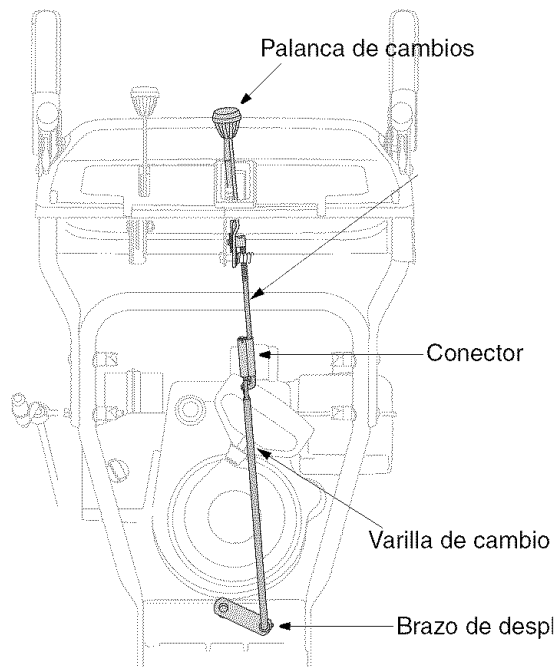

Figura 27
- Retire el broche de horquilla y deslice el conector de la varilla de cambio hacia arriba, para separar la varilla de cambio superior de la inferior. Vea la Figura 27.
- Coloque la palanca de cambios en la sexta (6) posición.